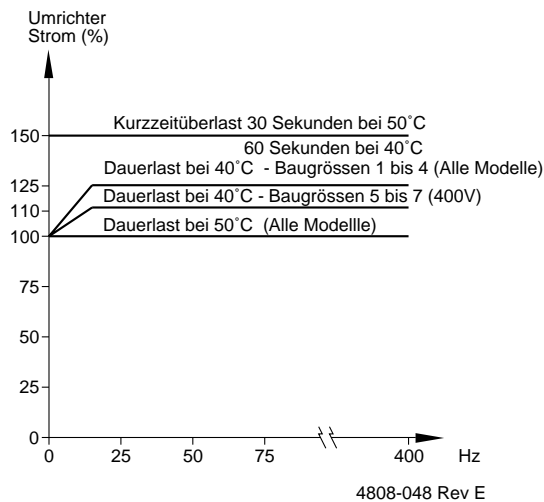

Abb. 4.1: Thermische Überlastcharakteristik des Elite
**Hinweis:** Abbildung 4.1 dient lediglich als Leitfaden. Vgl. Abbildungen 2.1 und 2.2 für Bemessungsdaten der 400 V-Modelle und Abbildungen 2.3 und 2.4 für die genauen Bemessungsdaten der 500 V-Modelle.